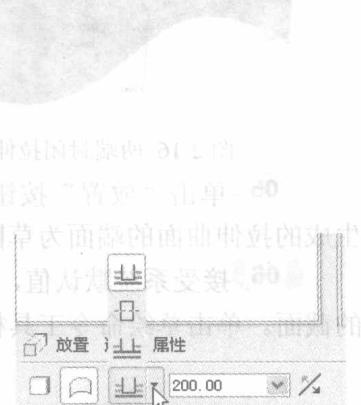

图2-13 选择“对称拉伸”方式
**02** 单击拉伸曲面特征面板中的“深度”下拉按钮，在出现的深度选项中选择“对称拉伸”图标即可，如图2-13所示。